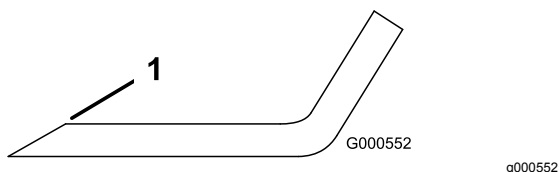

Figura 73
- Utilize uma lima para afiar aresta de corte em ambas as extremidades da lâmina (Figura 73).
Nota: Se lâmina não estiver equilibrada, lime algum metal da extremidade da aba apenas (Figura 73).